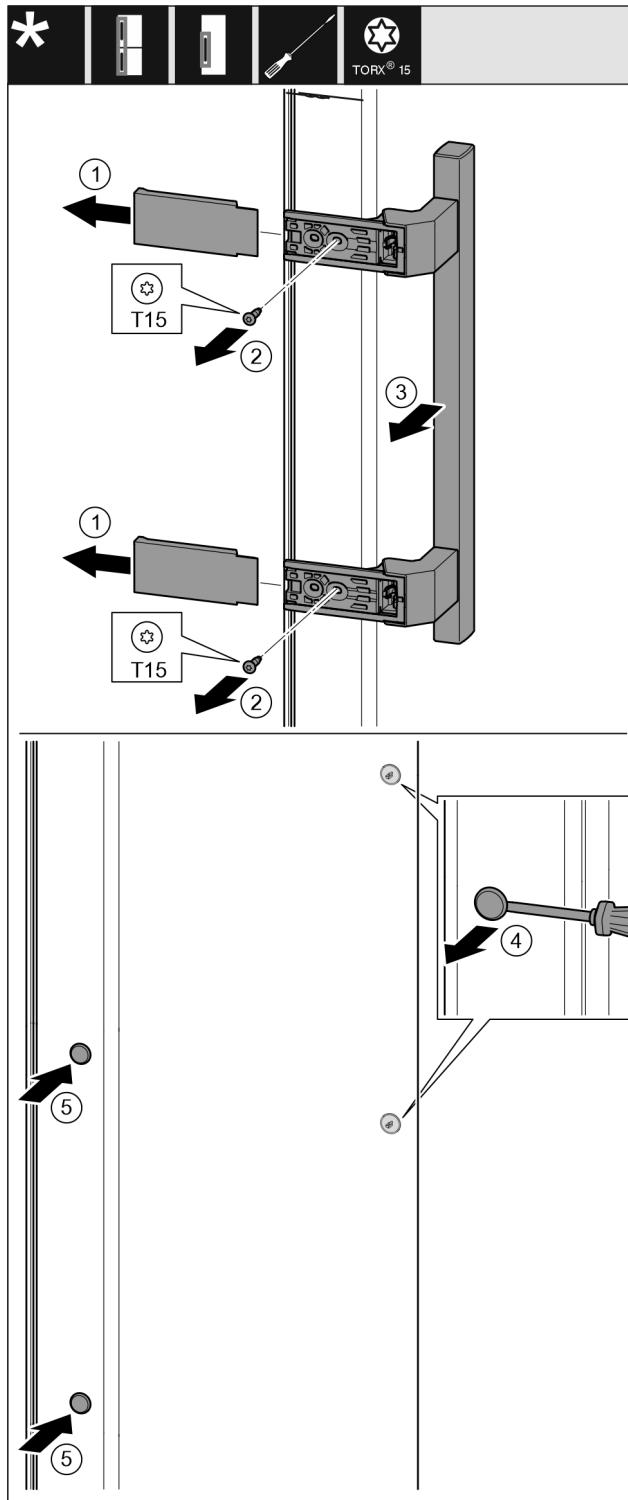

Fig. 14
- Свалете капака. *Fig. 14 (1)*
- Отвийте винтовете с отвертка Torx 15. *Fig. 14 (2)*
- Свалете дръжката. *Fig. 14 (3)*
- С плоска отвертка внимателно повдигнете страничната тапа и я извадете. *Fig. 14 (4)*
- Отново поставете тапата от другата страна. *Fig. 14 (5)*